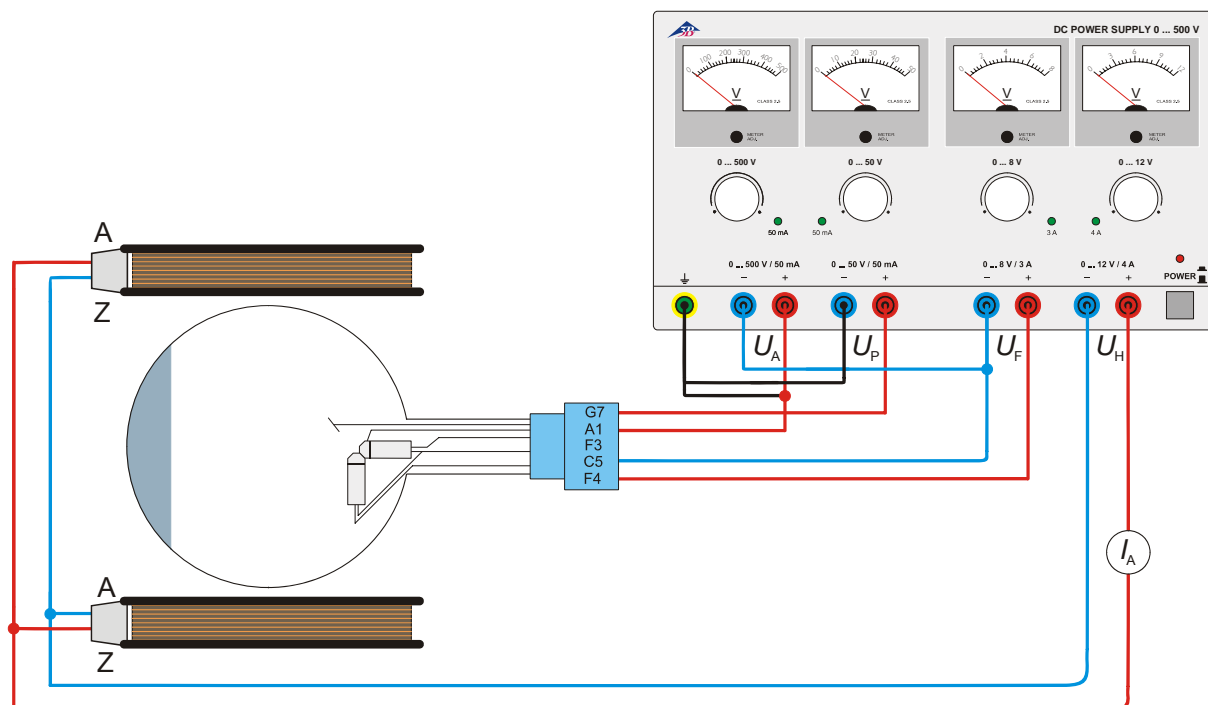

Fig. 4 Determinação de  $e/m$  por meio do canhão de elétrons perpendicular
- Executar a conexão dos tubos conforme a fig. 4.